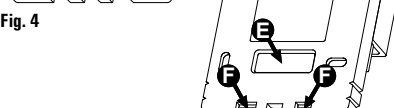

Fig. 5
- Kabelindføring på bagsiden: Åbn hullet (E) Fig. 5, ved hjælp af en skruetrækker.
- Kabelindføring i bunden: Åbn det ene eller begge huller (F) Fig. 5, ved hjælp af en skruetrækker.